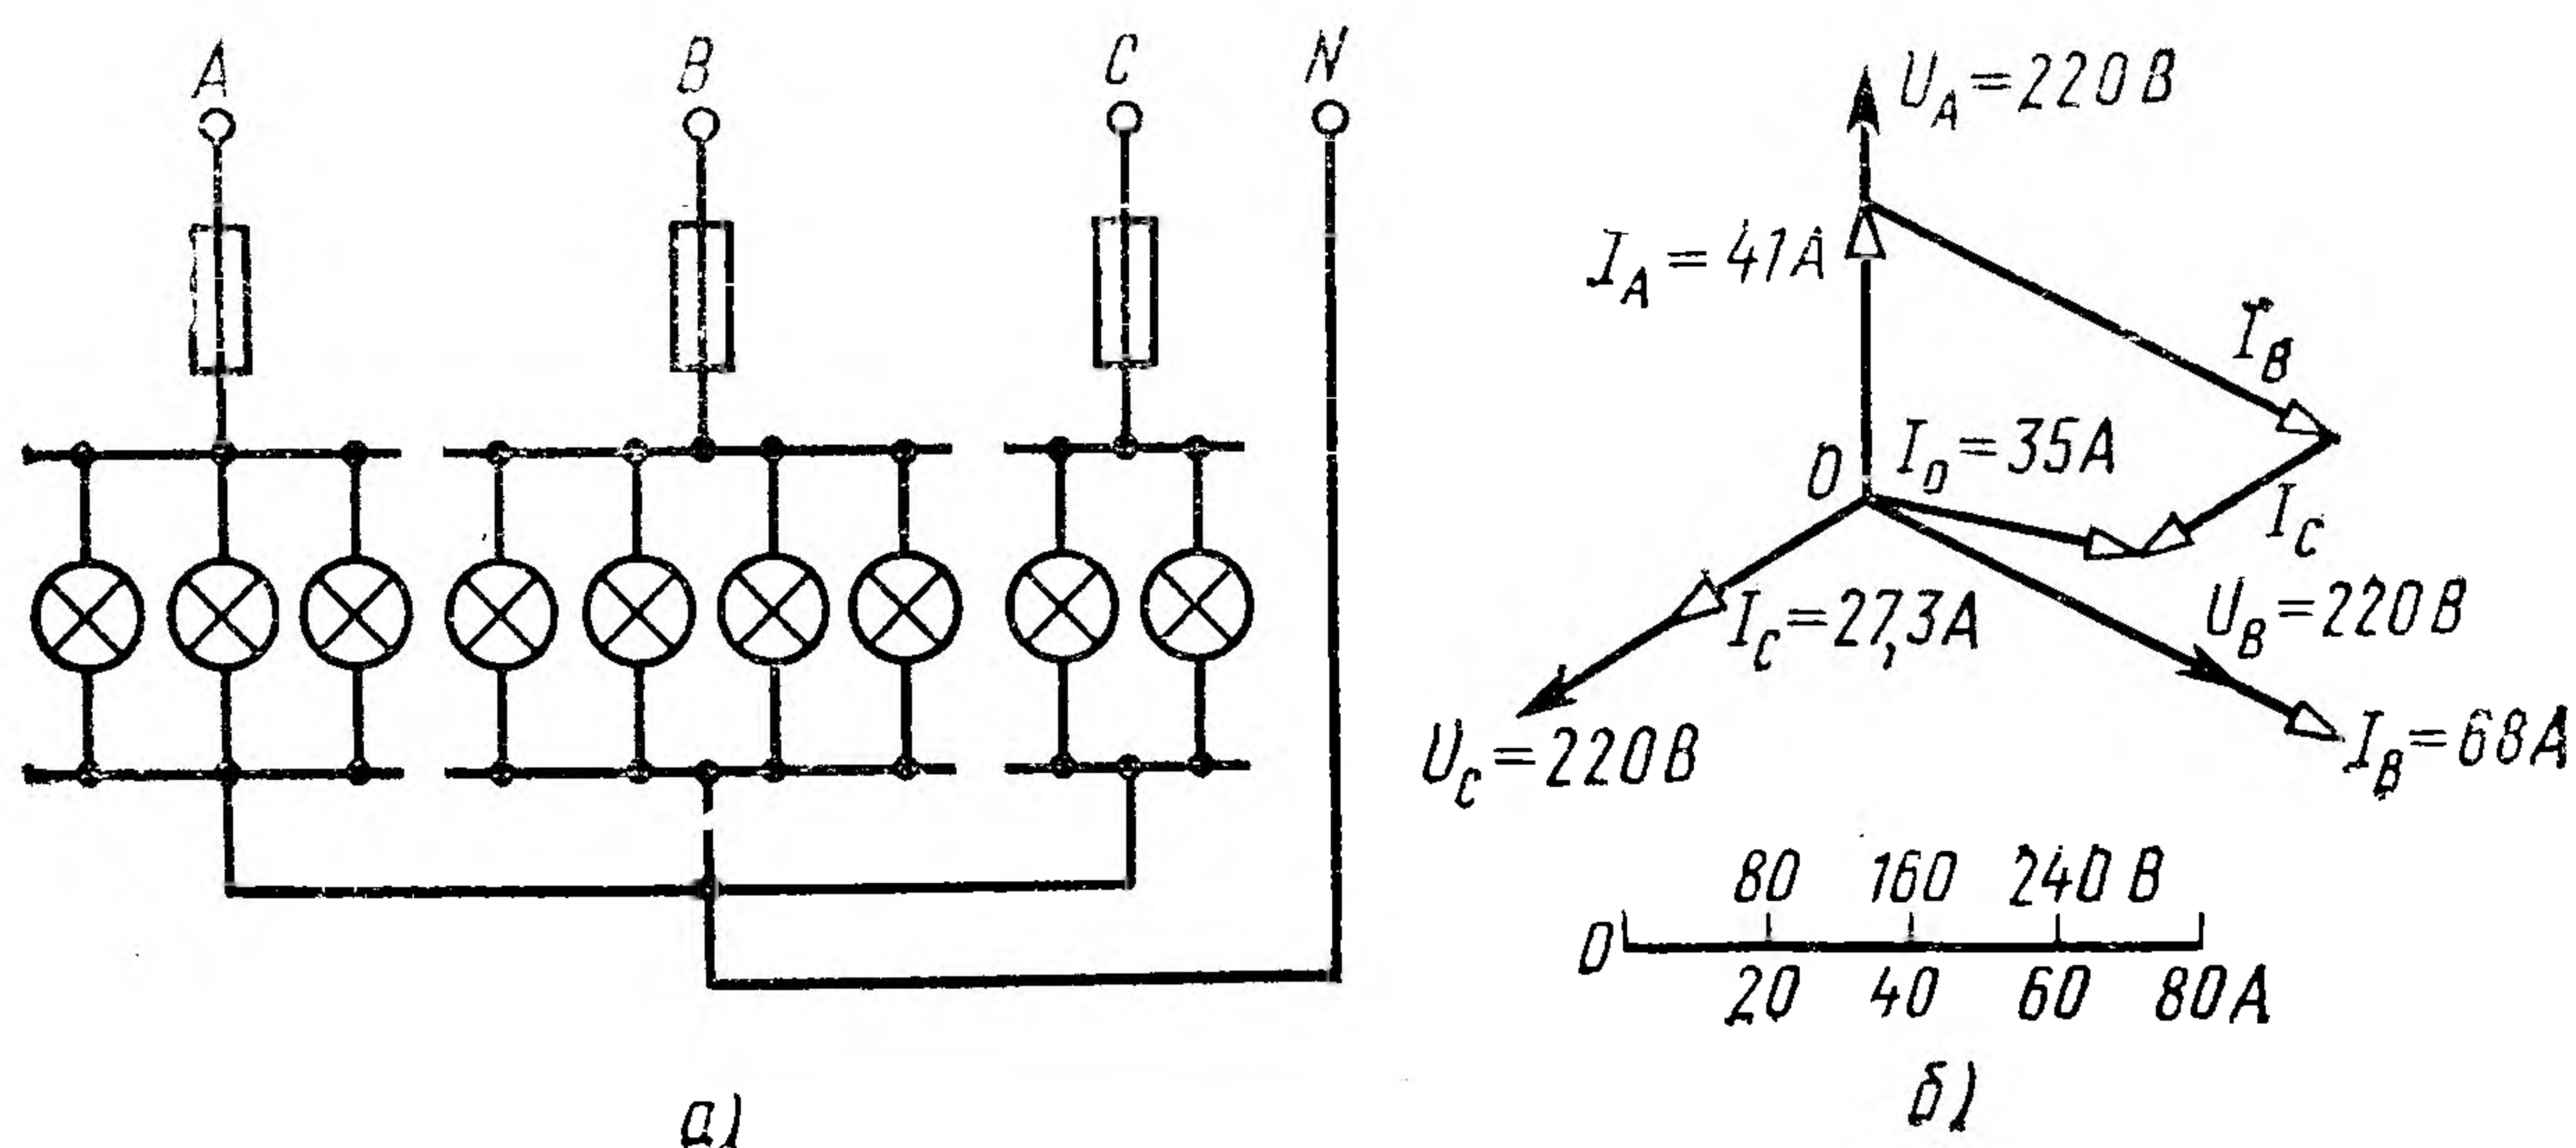

Рис. 5
**Пример 5.** В трехфазную четырехпроводную сеть включены звездой лампы накаливания мощностью  $P=300$  Вт каждая. В фазу  $A$  включили 30 ламп, в фазу  $B$  — 50 ламп и в фазу  $C$  — 20 ламп. Линейное напряжение сети  $U_{\text{ном}}=380$  В (рис. 5, а). Определить токи в фазах и начертить векторную диаграмму цепи, из которой найти числовое значение тока в нулевом проводе.
3. Для построения векторной диаграммы выбираем масштабы по току: 1 см — 20 А и по напряжению: 1 см — 80 В. Построение диаграммы начинаем с векторов фазных напряжений  $U_A$ ,  $U_B$ ,  $U_C$  (рис. 5, б), располагая их под углом  $120^\circ$  друг относительно друга. Чередование фаз обычное: за фазой  $A$  — фаза  $B$ , за фазой  $B$  — фаза  $C$ . Лампы накаливания являются активной нагрузкой, поэтому ток в каждой фазе совпадает с соответствующим фазным напряжением. В фазе  $A$  ток  $I_A=41$  А, поэтому на диаграмме он выразится вектором, длина которого равна  $41/20=2,05$  см. Длина вектора фазного напряжения  $U_A$  составит  $220/80=2,75$  см. Аналогично строим векторы токов и напряжений в